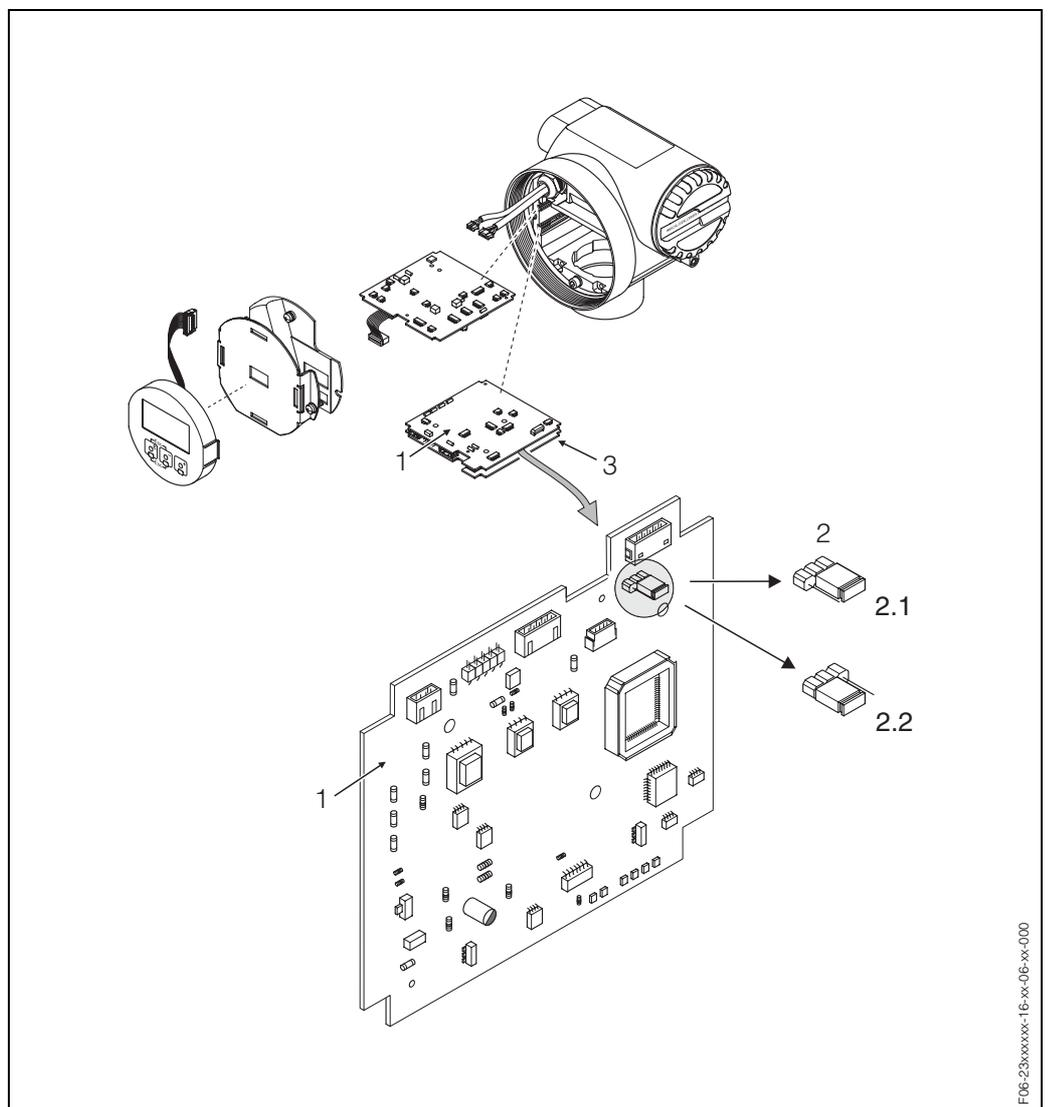

Fig. 33: Attivazione e disattivazione della protezione da scrittura HART
2. Smontare la scheda di I/O (1) → vedere Pagina 72.
3. Togliere la piastra di copertura (3)
4. Attivare o disattivare la protezione da scrittura HART (2), in base alle specifiche, mediante l'apposito ponticello (Fig. 33).